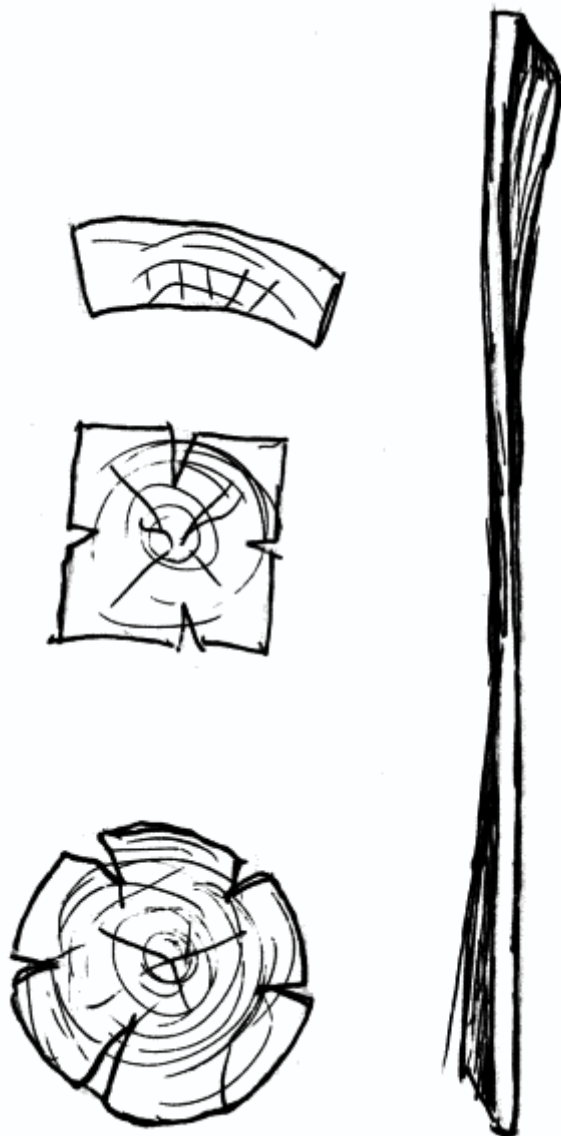

Рис. 4. Деформация лесоматериалов при усушке
**Коробление** происходит после раскроя и сушки древесины в результате неравномерного высыхания ее в различных направлениях (рис. 4).